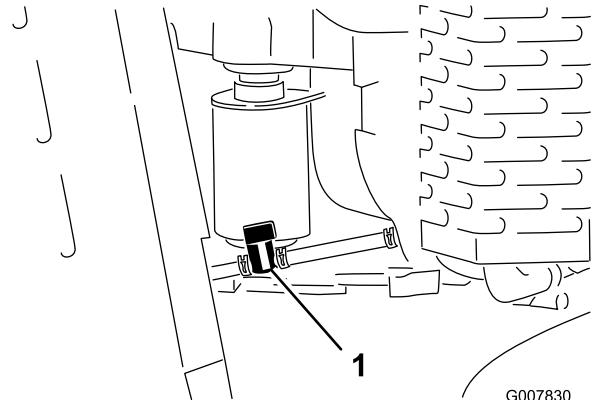

Bild 36
3. Schließen Sie den Kraftstoffhahn (Bild 36).
4. Drücken Sie die Enden der Schlauchklemme an der Motorseite des Kraftstoffhahns zusammen und schieben Sie ihn an der Kraftstoffleitung vom Ventil weg (Bild 36).
5. Ziehen Sie die Kraftstoffleitung vom Ventil (Bild 36).